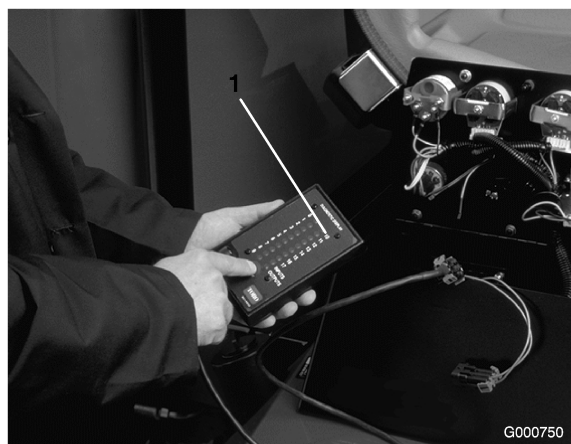

Figura 27
3. Ligue o conector do visor ACE de diagnóstico ao conector de fios (Figura 27). Certifique-se de que o autocolante com o desenho correcto está colocado no visor ACE de diagnóstico.